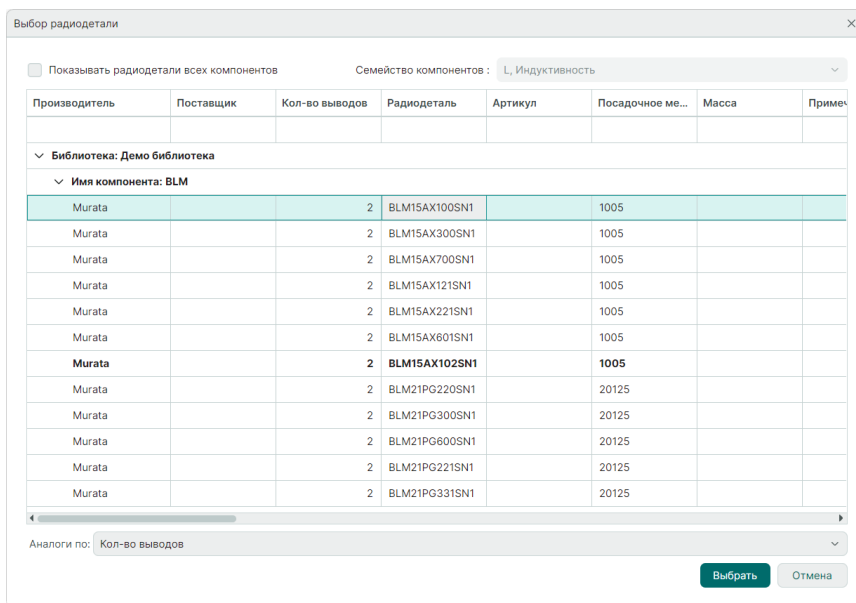

Рис. 91 Окно «Выбор радиодетали»
2. Выберите радиодеталь в окне «Выбор радиодетали», см. Рис. 91.